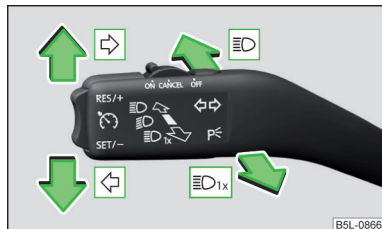

Fig. 43
Pozițiile manetei de operare » fig. 43
- Apăsați maneta până la capăt în poziția  sau  » fig. 43 la pagina 61.